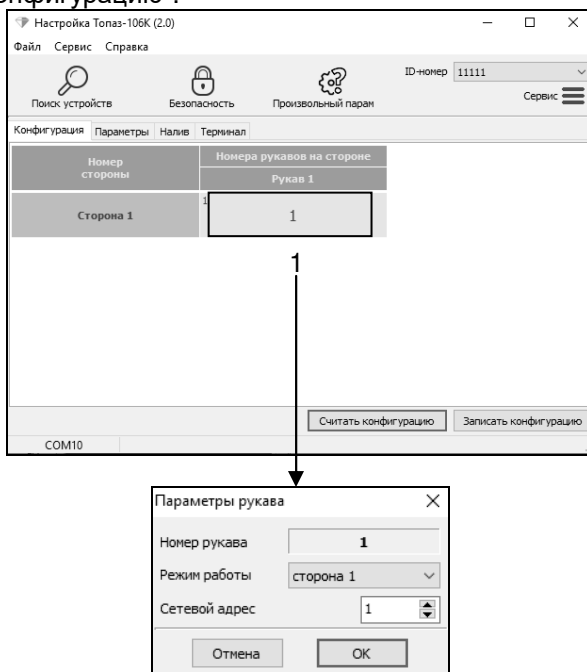

Рисунок 3
6.2.2 На первой вкладке программы считать конфигурацию устройства, нажав соответствующую кнопку (рисунок 3).